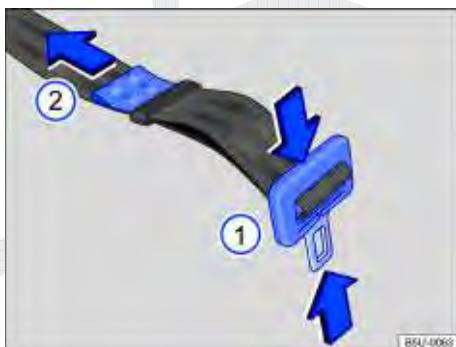

Fig. 46 Ajustar o cadarço do cinto de segurança subabdominal.
- Pressionar a lingueta na direção das setas ⇒ **Fig. 46 ①** e alongar totalmente o cinto de segurança.
- Apertar a lingueta contra o fecho do cinto de segurança e puxar a extremidade ⇒ **Fig. 46 ②** no sentido da seta, até atingir uma folga máxima de 5 cm (3 dedos) na região pélvica.